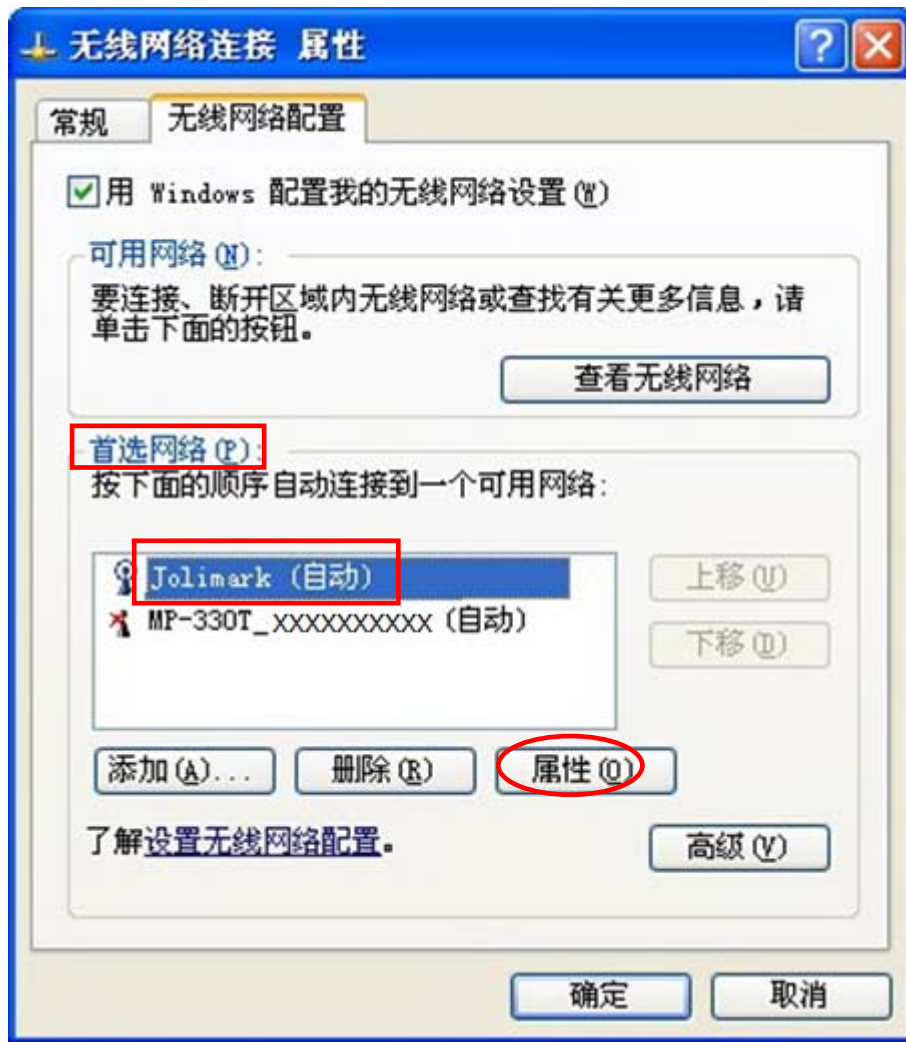

图 11
- ④ 接着在“首选网络”栏选中当前的无线网络名称，再点击“属性”项（如图 11）。